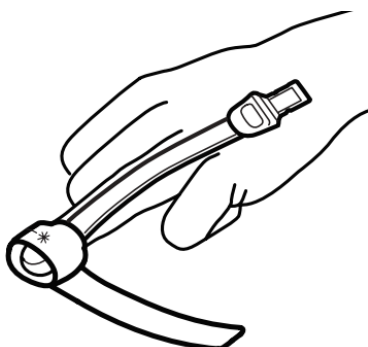

Fig. 15-16 Colocación sensor NEO en ADL.
2. Consulte la Fig. 15-16. Coloque la envoltura adhesiva alrededor del dedo de modo que la ventana del emisor () quede alineada sobre la parte superior del dedo del lado directamente opuesto al detector. Es necesario que la ventana del detector quede completamente cubierta para garantizar la obtención de datos precisos.